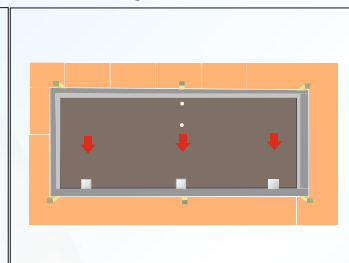
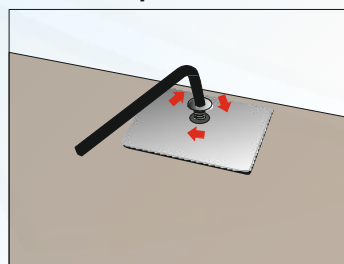

рис. 1.3
рис. 1.4
- Вденьте петли в отверстия на стекле (рис. 1.3) и закрутите винты крепления (рис. 1.4).